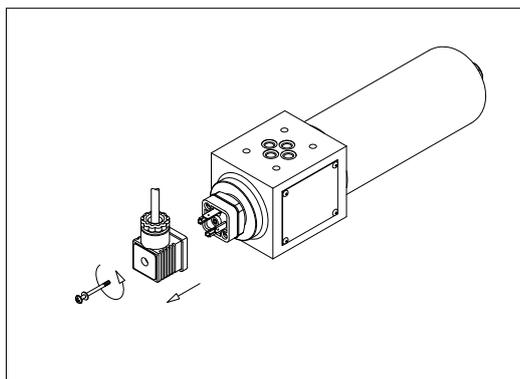

fig. 6
- (Fig. 6) Rimuovere il connettore dell'indicatore differenziale svitando la vite centrale (solo per gli indicatori elettrici)
- Per il montaggio/smontaggio dell'indicatore e del connettore fare riferimento al paragrafo "Sostituzione indicatore" sopra (Fig. 6÷9)